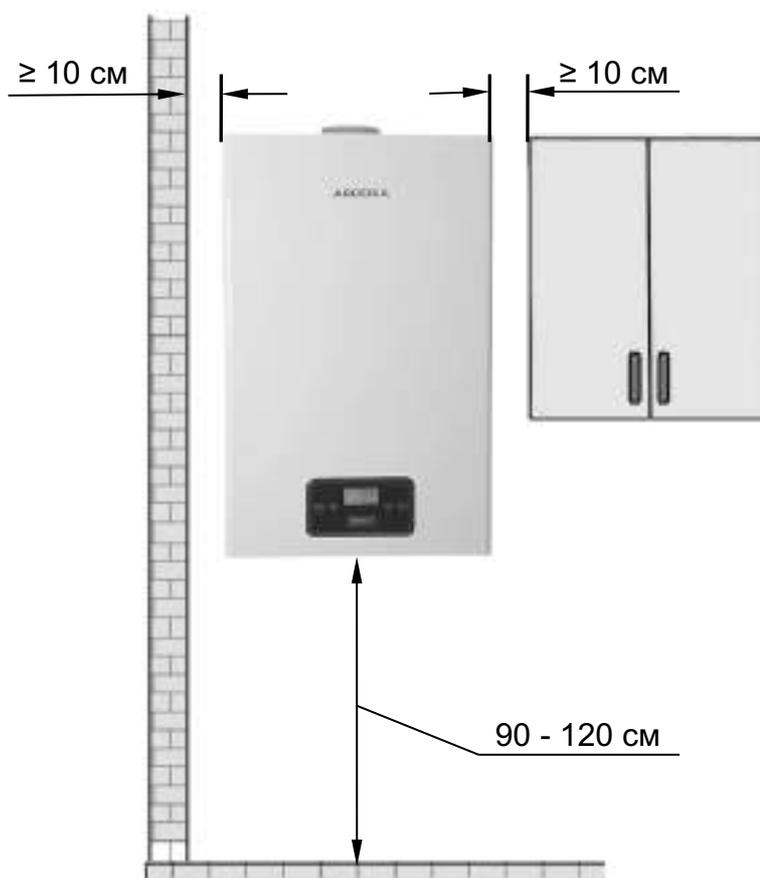

Рис. 14
- При установке котла в квартирах многоквартирных жилых домов при поквартирном отоплении, расстояние от котла до любой боковой стены **должно быть** не менее 10 см. (См. Рис. 14).
- Высота установки котла должна быть удобной для эксплуатации, ремонта и обслуживания. **Рекомендуемая высота** установки котла от 0,9 до 1,2 м. определяется от уровня чистого пола до нижнего основания корпуса котла. (См. Рис. 14).